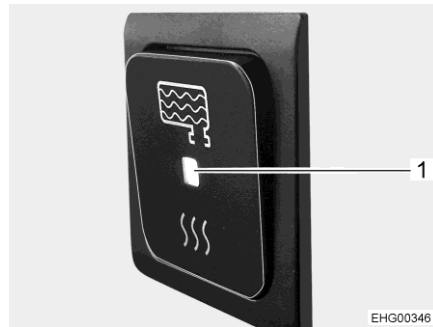

Fig. 123 Interrupteur Marche/Arrêt sur Marche
Quand l'interrupteur Marche/Arrêt de la commande est sur Marche (Fig. 123), le chauffage du réservoir d'eaux usées s'enclenche automatiquement dès que la température extérieure passe au-dessous de 0 °C. Le réservoir d'eaux usées est ainsi protégé du gel.
- Appuyer sur la partie inférieure de l'interrupteur Marche/Arrêt. L'indicateur DEL (Fig. 123,1) s'allume.
- Appuyer sur la partie supérieure de l'interrupteur Marche/Arrêt. L'indicateur DEL (Fig. 123,1) s'éteint.